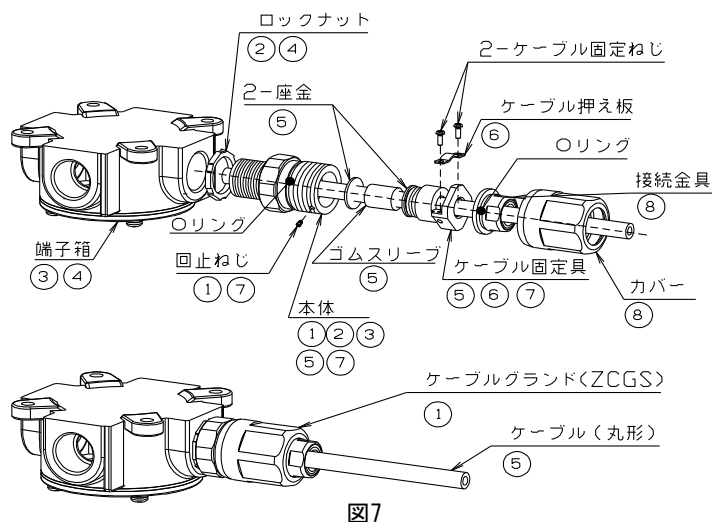

図7
■ケーブルグラウンドの取付け(図7 : ZCGS-22Bの例です。)
① ケーブルグラウンドを図7のように分離し、ケーブルをケーブルグラウンドに「カバー、接続金具、ケーブル固定具、座金、ゴムスリーブ、座金、本体、ロックナット」の順に通してください。